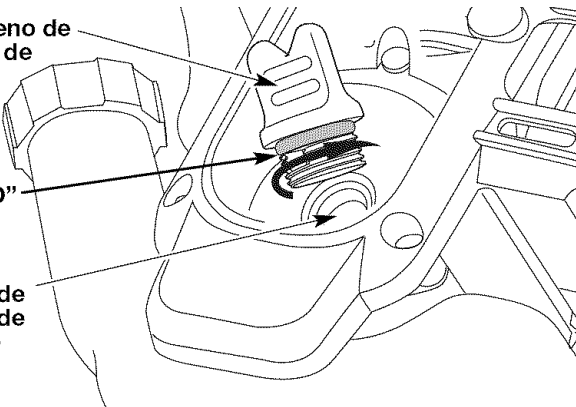

Fig. 8
3. Saque el tapón de aceite/varilla de medición del cigüeñal (Fig. 8).